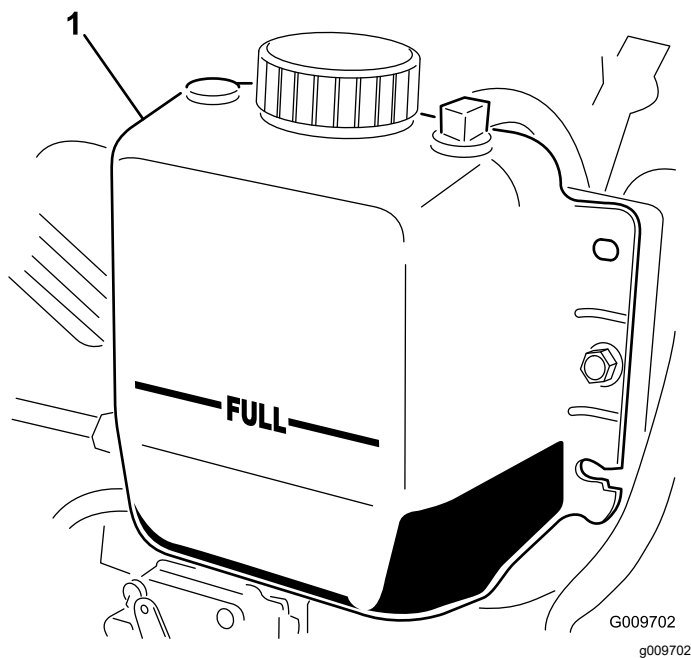

Рисунок 112
**Примечание:** Радиатор должен быть заполнен до верха заливной горловины, а расширительный бачок должен быть заполнен до метки Full (Полный) (Рисунок 112).